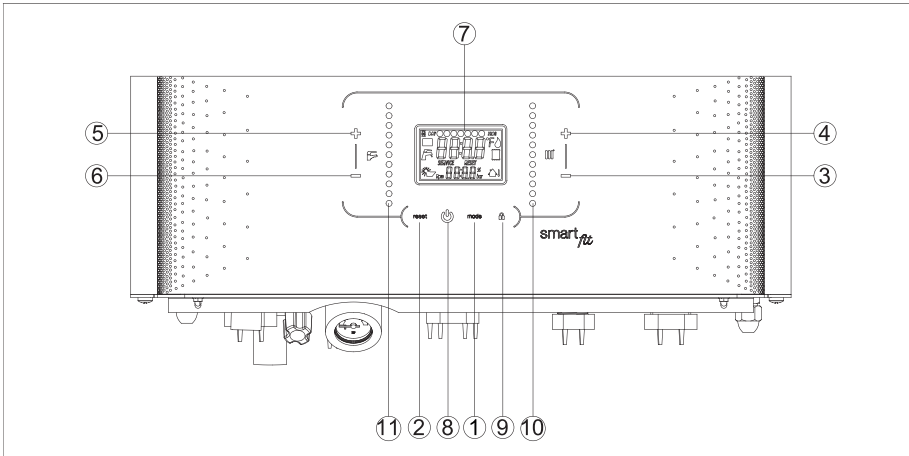

Abbildung 1. Bedienfeld
Berühren Sie die Taste (1) (Abbildung 1), um Ihr Kombigerät im „SOMMER“-Modus zu betreiben und achten Sie darauf, dass der Symbol für Wasserhahn (F) ständig auf der Anzeige aufleuchtet. In dieser Modus funktioniert das Kombigerät nur für die Warmwasseranlage. Bei jedem Bedarf an Warmwasser wird das automatische Zündsystem den Brenner anzünden. Bei einer Flammenbildung in der Brennkammer wird das Symbol (flames) auf der Anzeige erscheinen. Beim Warmwasserverbrauch sieht man, dass das Wasserhahnsymbol (F) auf der Anzeige blinkt.
Berühren Sie die Taste (1) (Abbildung 1), um Ihren Kombi im „WINTER“-Modus zu betreiben und achten Sie darauf, dass die Symbole für Wasserhahn (A) und Heizkörper (III) ständig auf der Anzeige aufleuchten. In dieser Modus wird das Kombigerät für die Warmwasserbereitung und Heizanlage arbeiten. Bei jedem Bedarf an Warmwasser oder Heizung wird das automatische Zündsystem den Brenner anzünden. Bei einer Flammenbildung in der Brennkammer wird das Symbol (flame) auf der Anzeige erscheinen. Auf der Anzeige wird angezeigt, dass das Wasserhahnsymbol (A) blinkt, wenn Warmwasser verwendet wird, und das Heizkörpersymbol (III), wenn Heizwasser benötigt wird.
Berühren Sie die Taste (1) (Abbildung 1), um Ihren Kombi im „NUR HEIZUNG“-Modus zu betreiben und achten Sie darauf, dass nur der Symbol für Heizkörper (III) ständig auf der Anzeige aufleuchtet.
- Bei einer Versorgung des Gerät mit Strom, wird „OFF“ auf der Anzeige erscheinen. Durch das Berühren der Modus-Taste (1) (Abbildung 1) kann jeweils zwischen SOMMER, WINTER, NUR HEIZUNG und AUS umgeschaltet werden.
- Stellen Sie sicher, dass auf der Anzeige (7) (Abbildung 1) keine blinkenden Ziffern angezeigt werden (siehe Fehlercodes). Sollte eine E04-Störung auf der Anzeige (7) erscheinen, bedeutet dies, dass sich kein Wasser im Kombigerät befindet. In einer solchen Situation füllen Sie die Anlage mit Wasser, beschrieben wie im „Kapitel 2.6“.
Die Heiztemperatur wird mit den Tasten (3) und (4) eingestellt (Abbildung 1).
- Durch das Berühren der Taste (3) wird die Heizsolltemperatur gesenkt.
- Durch das Berühren der Taste (4) wird die Heizsolltemperatur erhöht.
- Durch Antippen mit einer Gleitbewegung (10) wird die eingestellte Heizsolltemperatur erhöht oder gesenkt.
Die Warmwassertemperatur wird mit den Tasten (5) und (6) eingestellt (Abbildung 1).
- Durch Berühren der Taste (5) wird die Solltemperatur des Warmwassers erhöht.
- Durch Berühren der Taste (6) wird die Solltemperatur des Warmwassers gesenkt.
- Durch Antippen mit einer Gleitbewegung (11) wird die eingestellte Solltemperatur des Warmwassers erhöht oder gesenkt.
In diesem Kapitel befindet sich eine Liste der Codes der Fehler, die auftreten können, welche auf der Anzeige Nr. (7) des Kombigeräts (siehe Abbildung 1) angezeigt werden, sowie die entsprechenden Symptome und die Maßnahmen, die der Betreiber zum Zurücksetzen (Reset) des Kombigeräts ergreifen kann.
- Schalten Sie das Gerät mit der Taste (8) (Abbildung 1) auf dem Bedienfeld aus und wieder ein. Warten Sie, bis die Anlage selbst startet. Sollte der Fehler **E01** erneut auftreten, schalten Sie das Gerät aus und wieder ein. Dieser Schritt wird vorgenommen, um sicherzustellen, dass das Gas in den Rohren zum Gerät weitergeleitet wird.